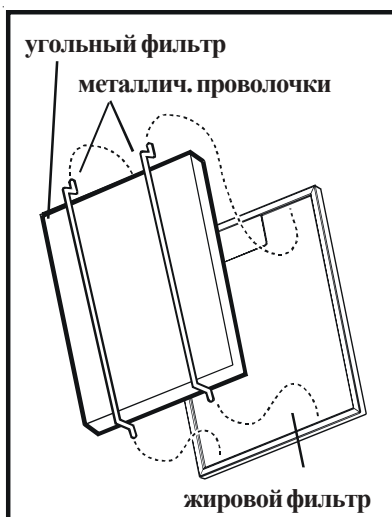

Рис. 6
Закрепите угольный фильтр с обратной стороны жирового фильтра при помощи двух металлических проволочек. (рис. 6).
- Выньте лампу, пользуясь отверткой как рычагом. **Рис. 6.**